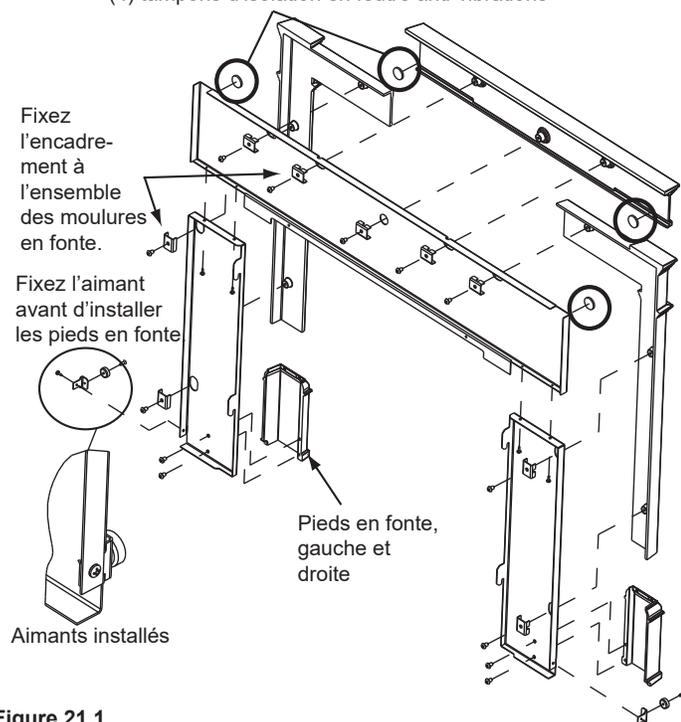

Figure 21.1
- Placez les tampons adhésifs anti-vibrations en feutre sur la face avant de chaque angle de la pièce en métal supérieure et sur la face arrière de chaque angle de la pièce supérieure en fonte (**Figure 21.1**).
(4) tampons d'isolation en feutre anti-vibrations